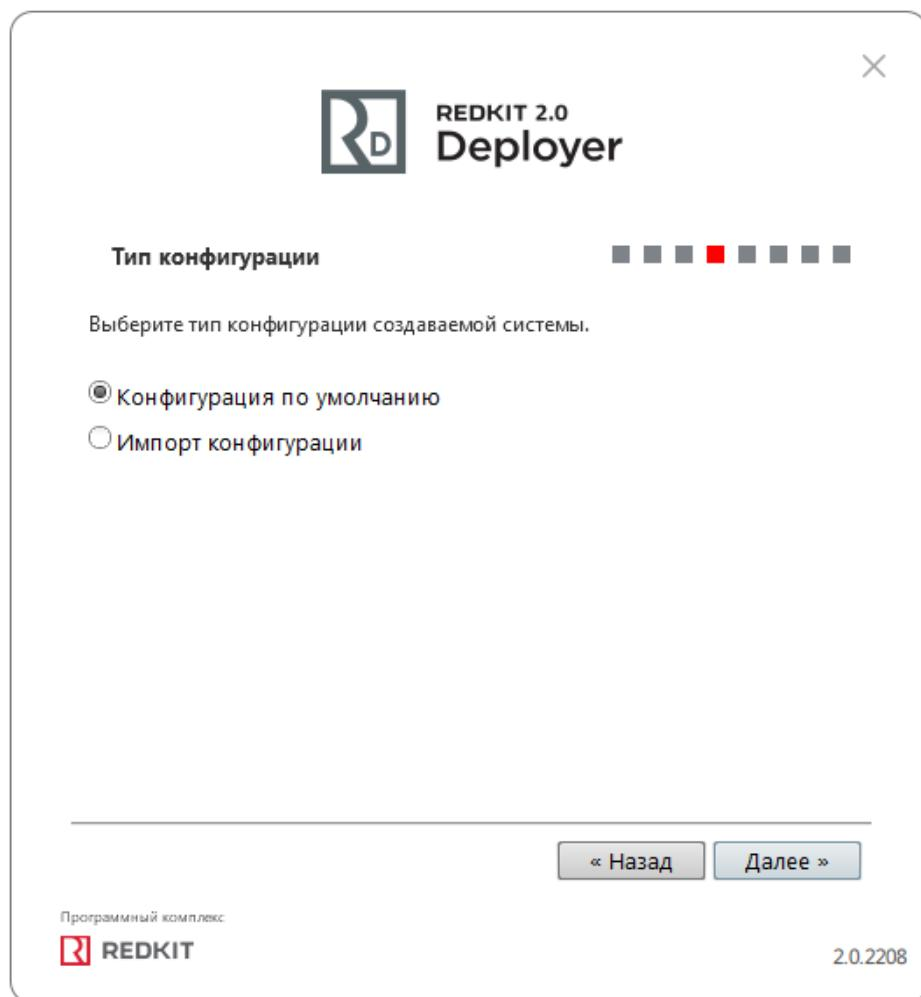

Рисунок 119 - Тип конфигурации
8. Выберите тип конфигурации Конфигурация по умолчанию и нажмите Далее (Рисунок 119).